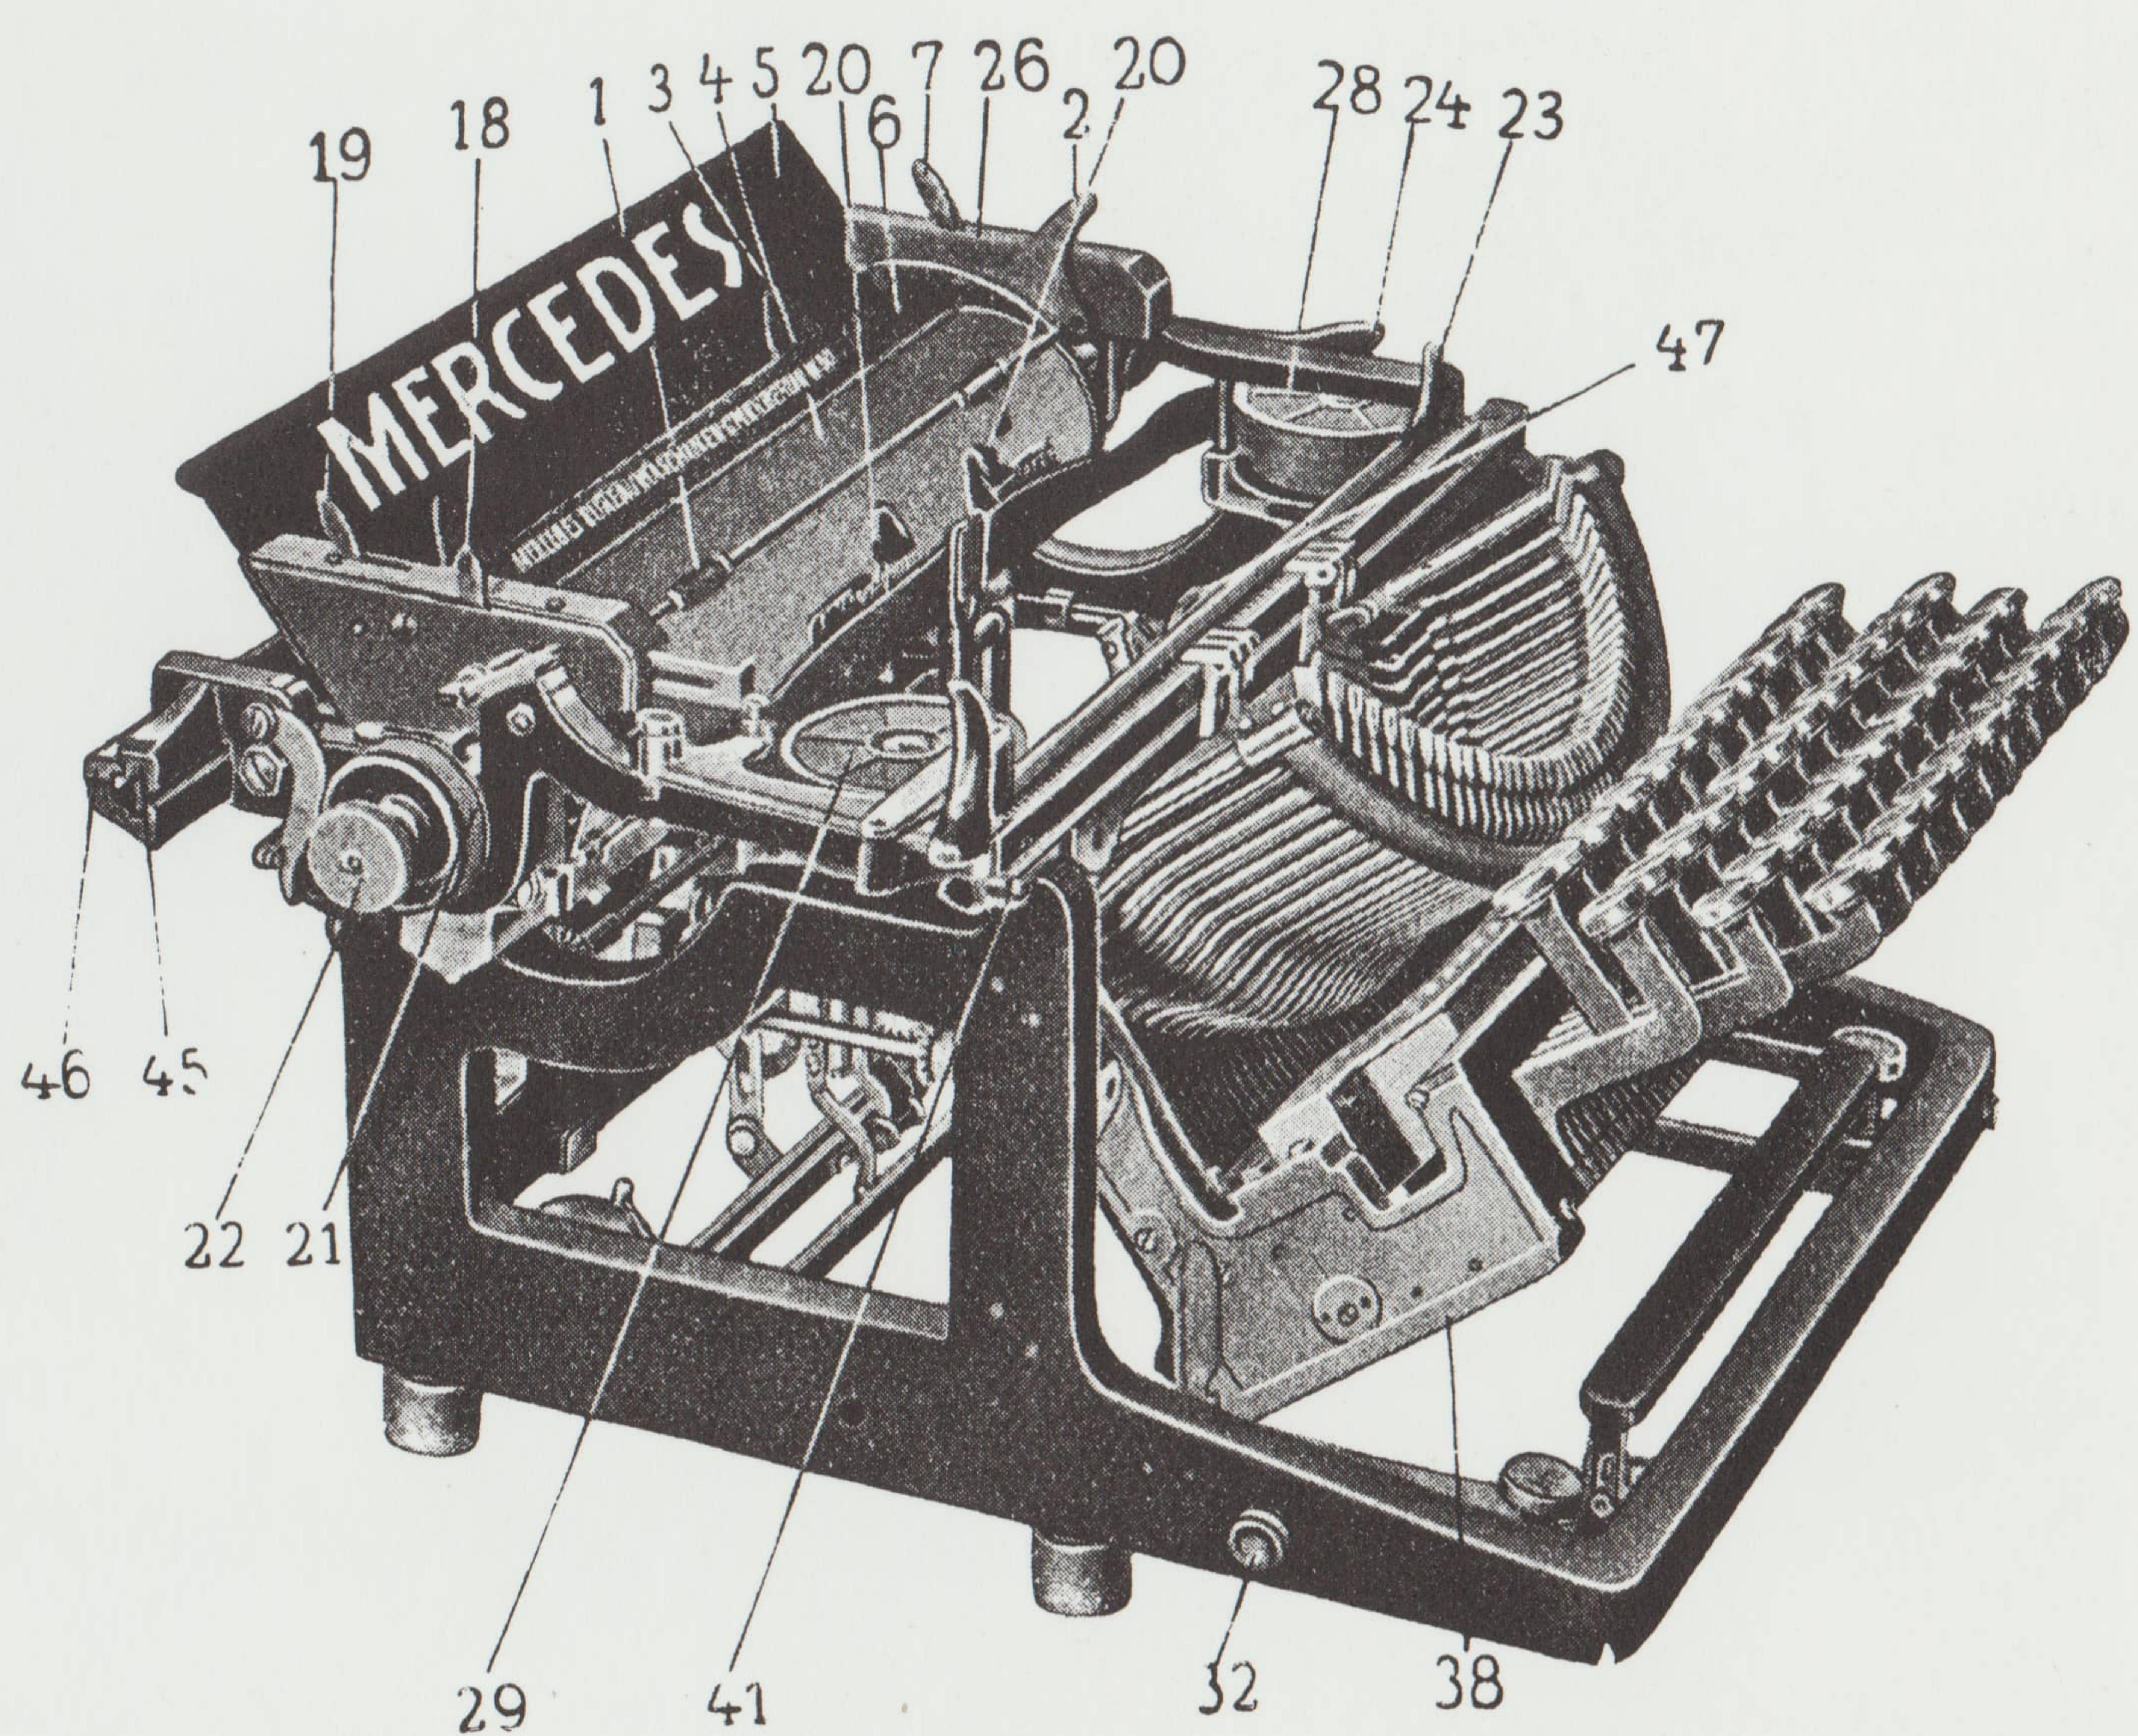
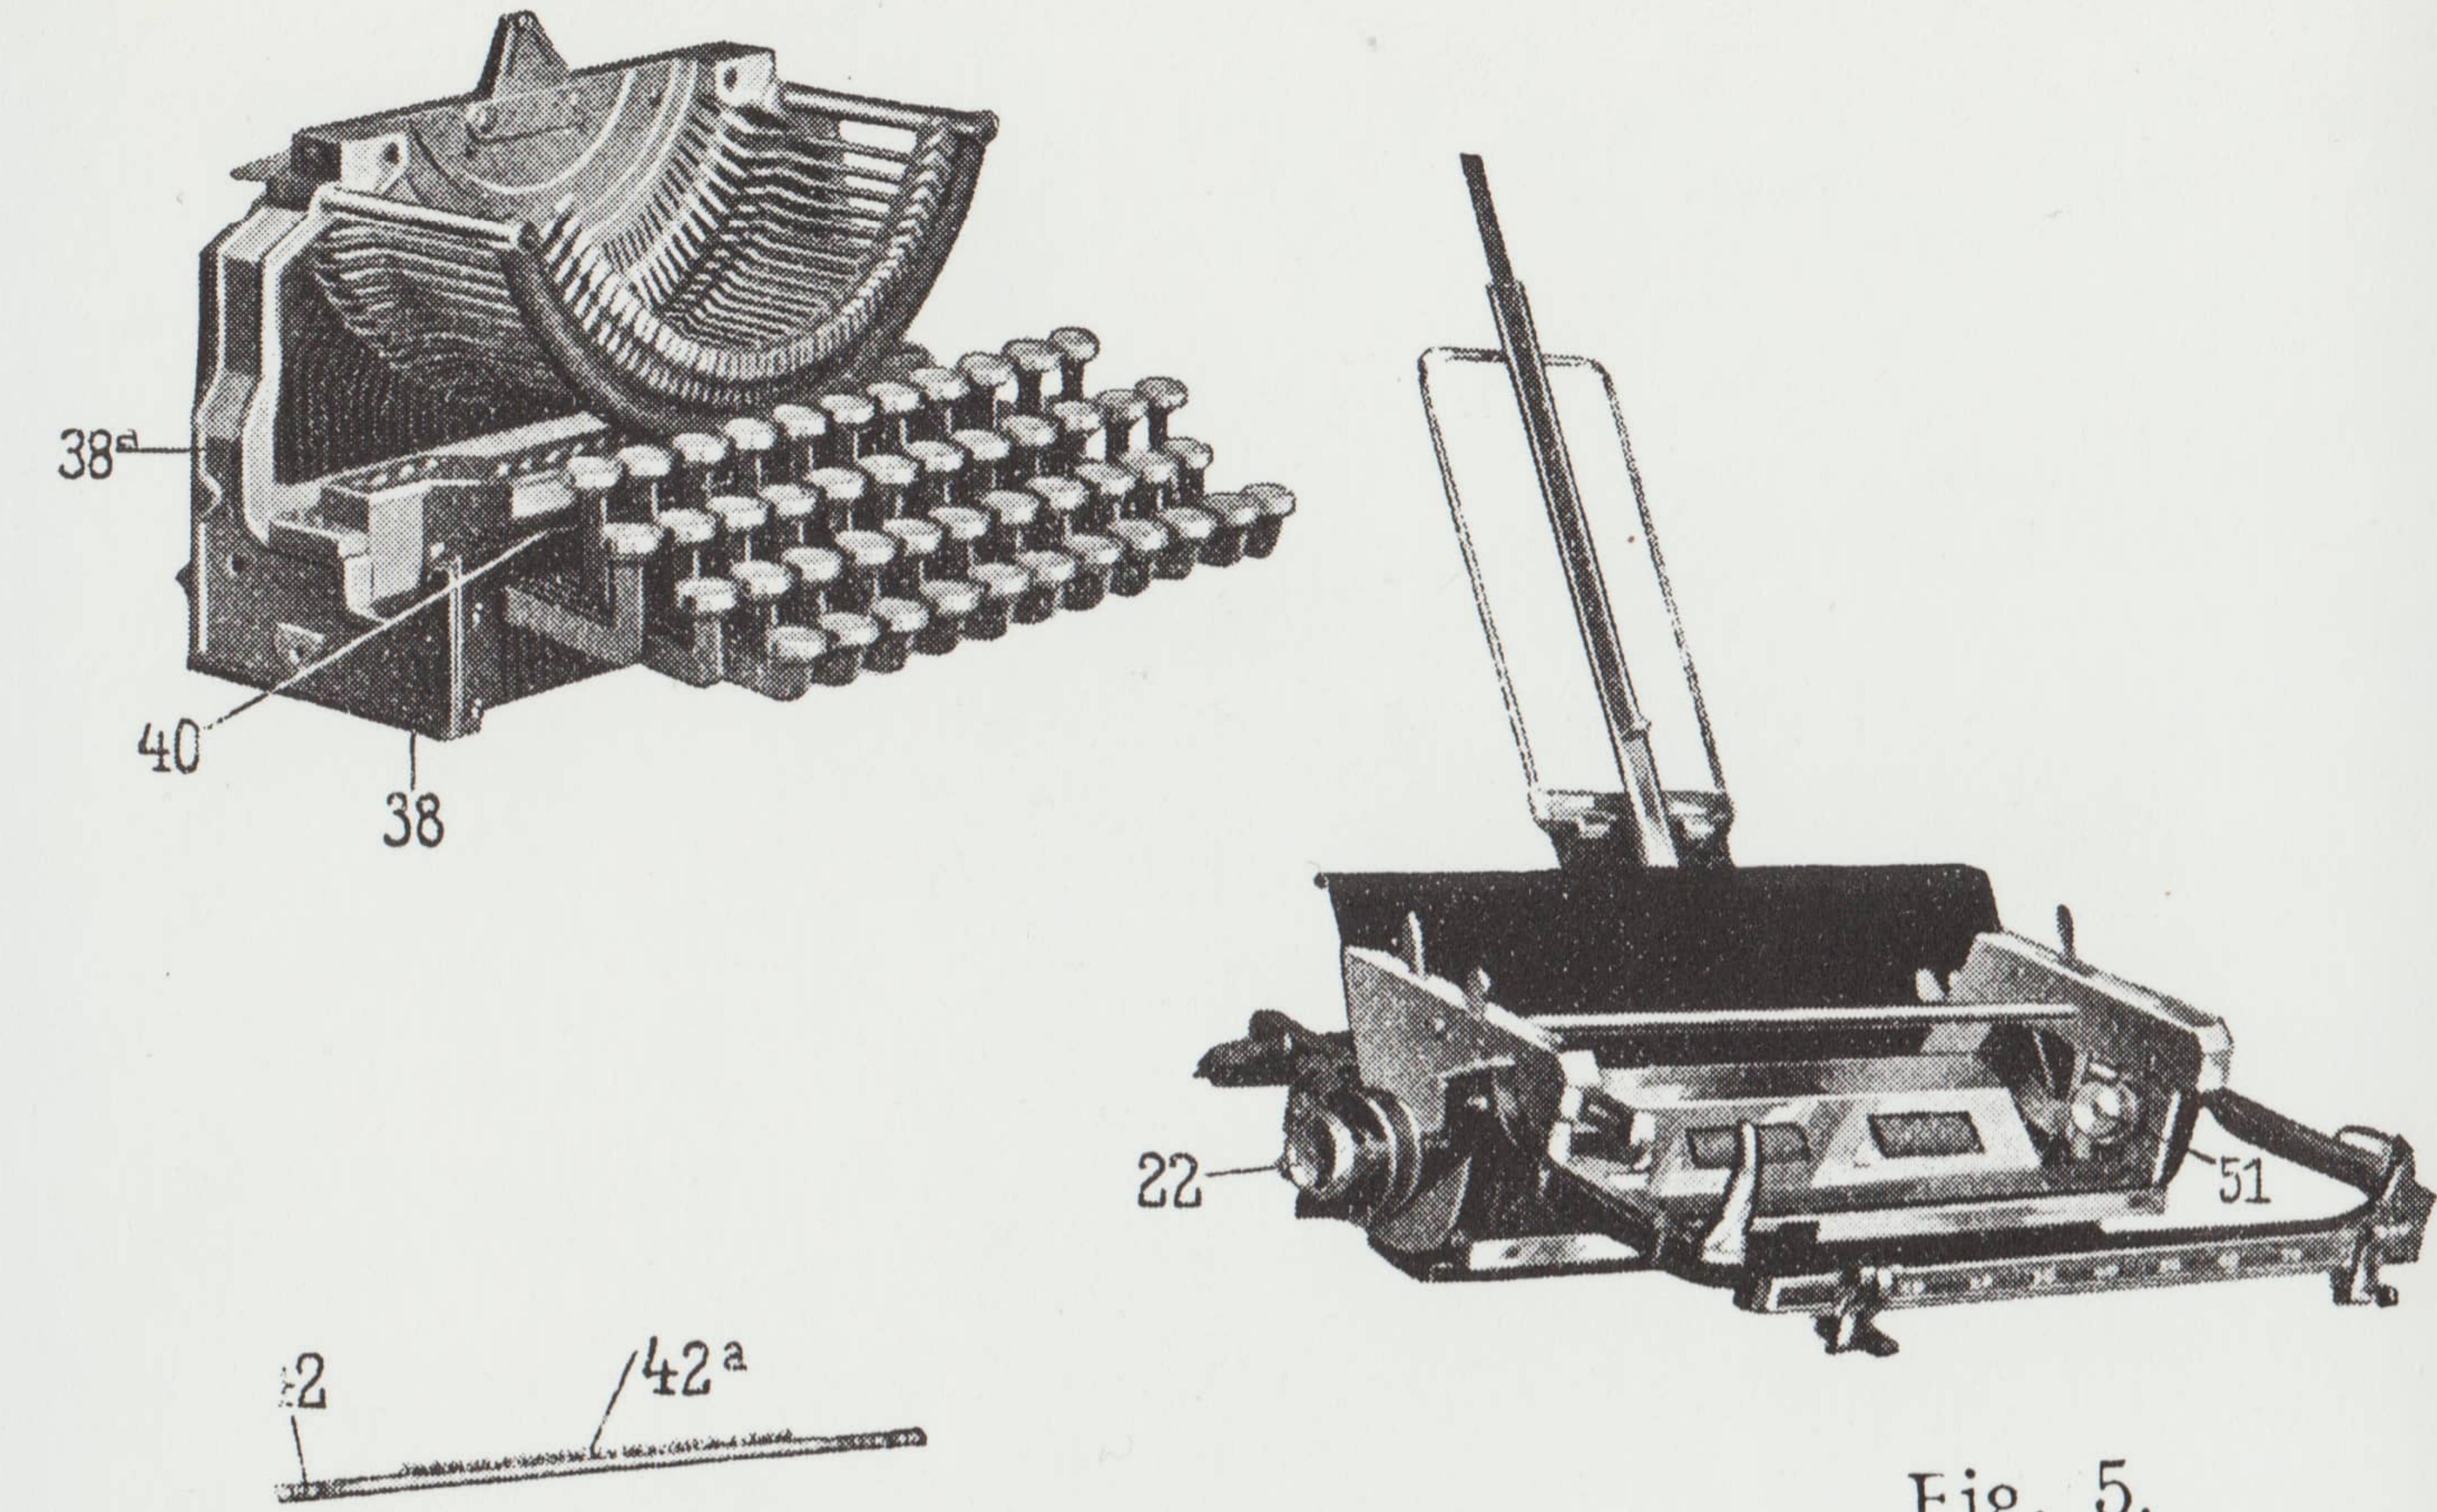
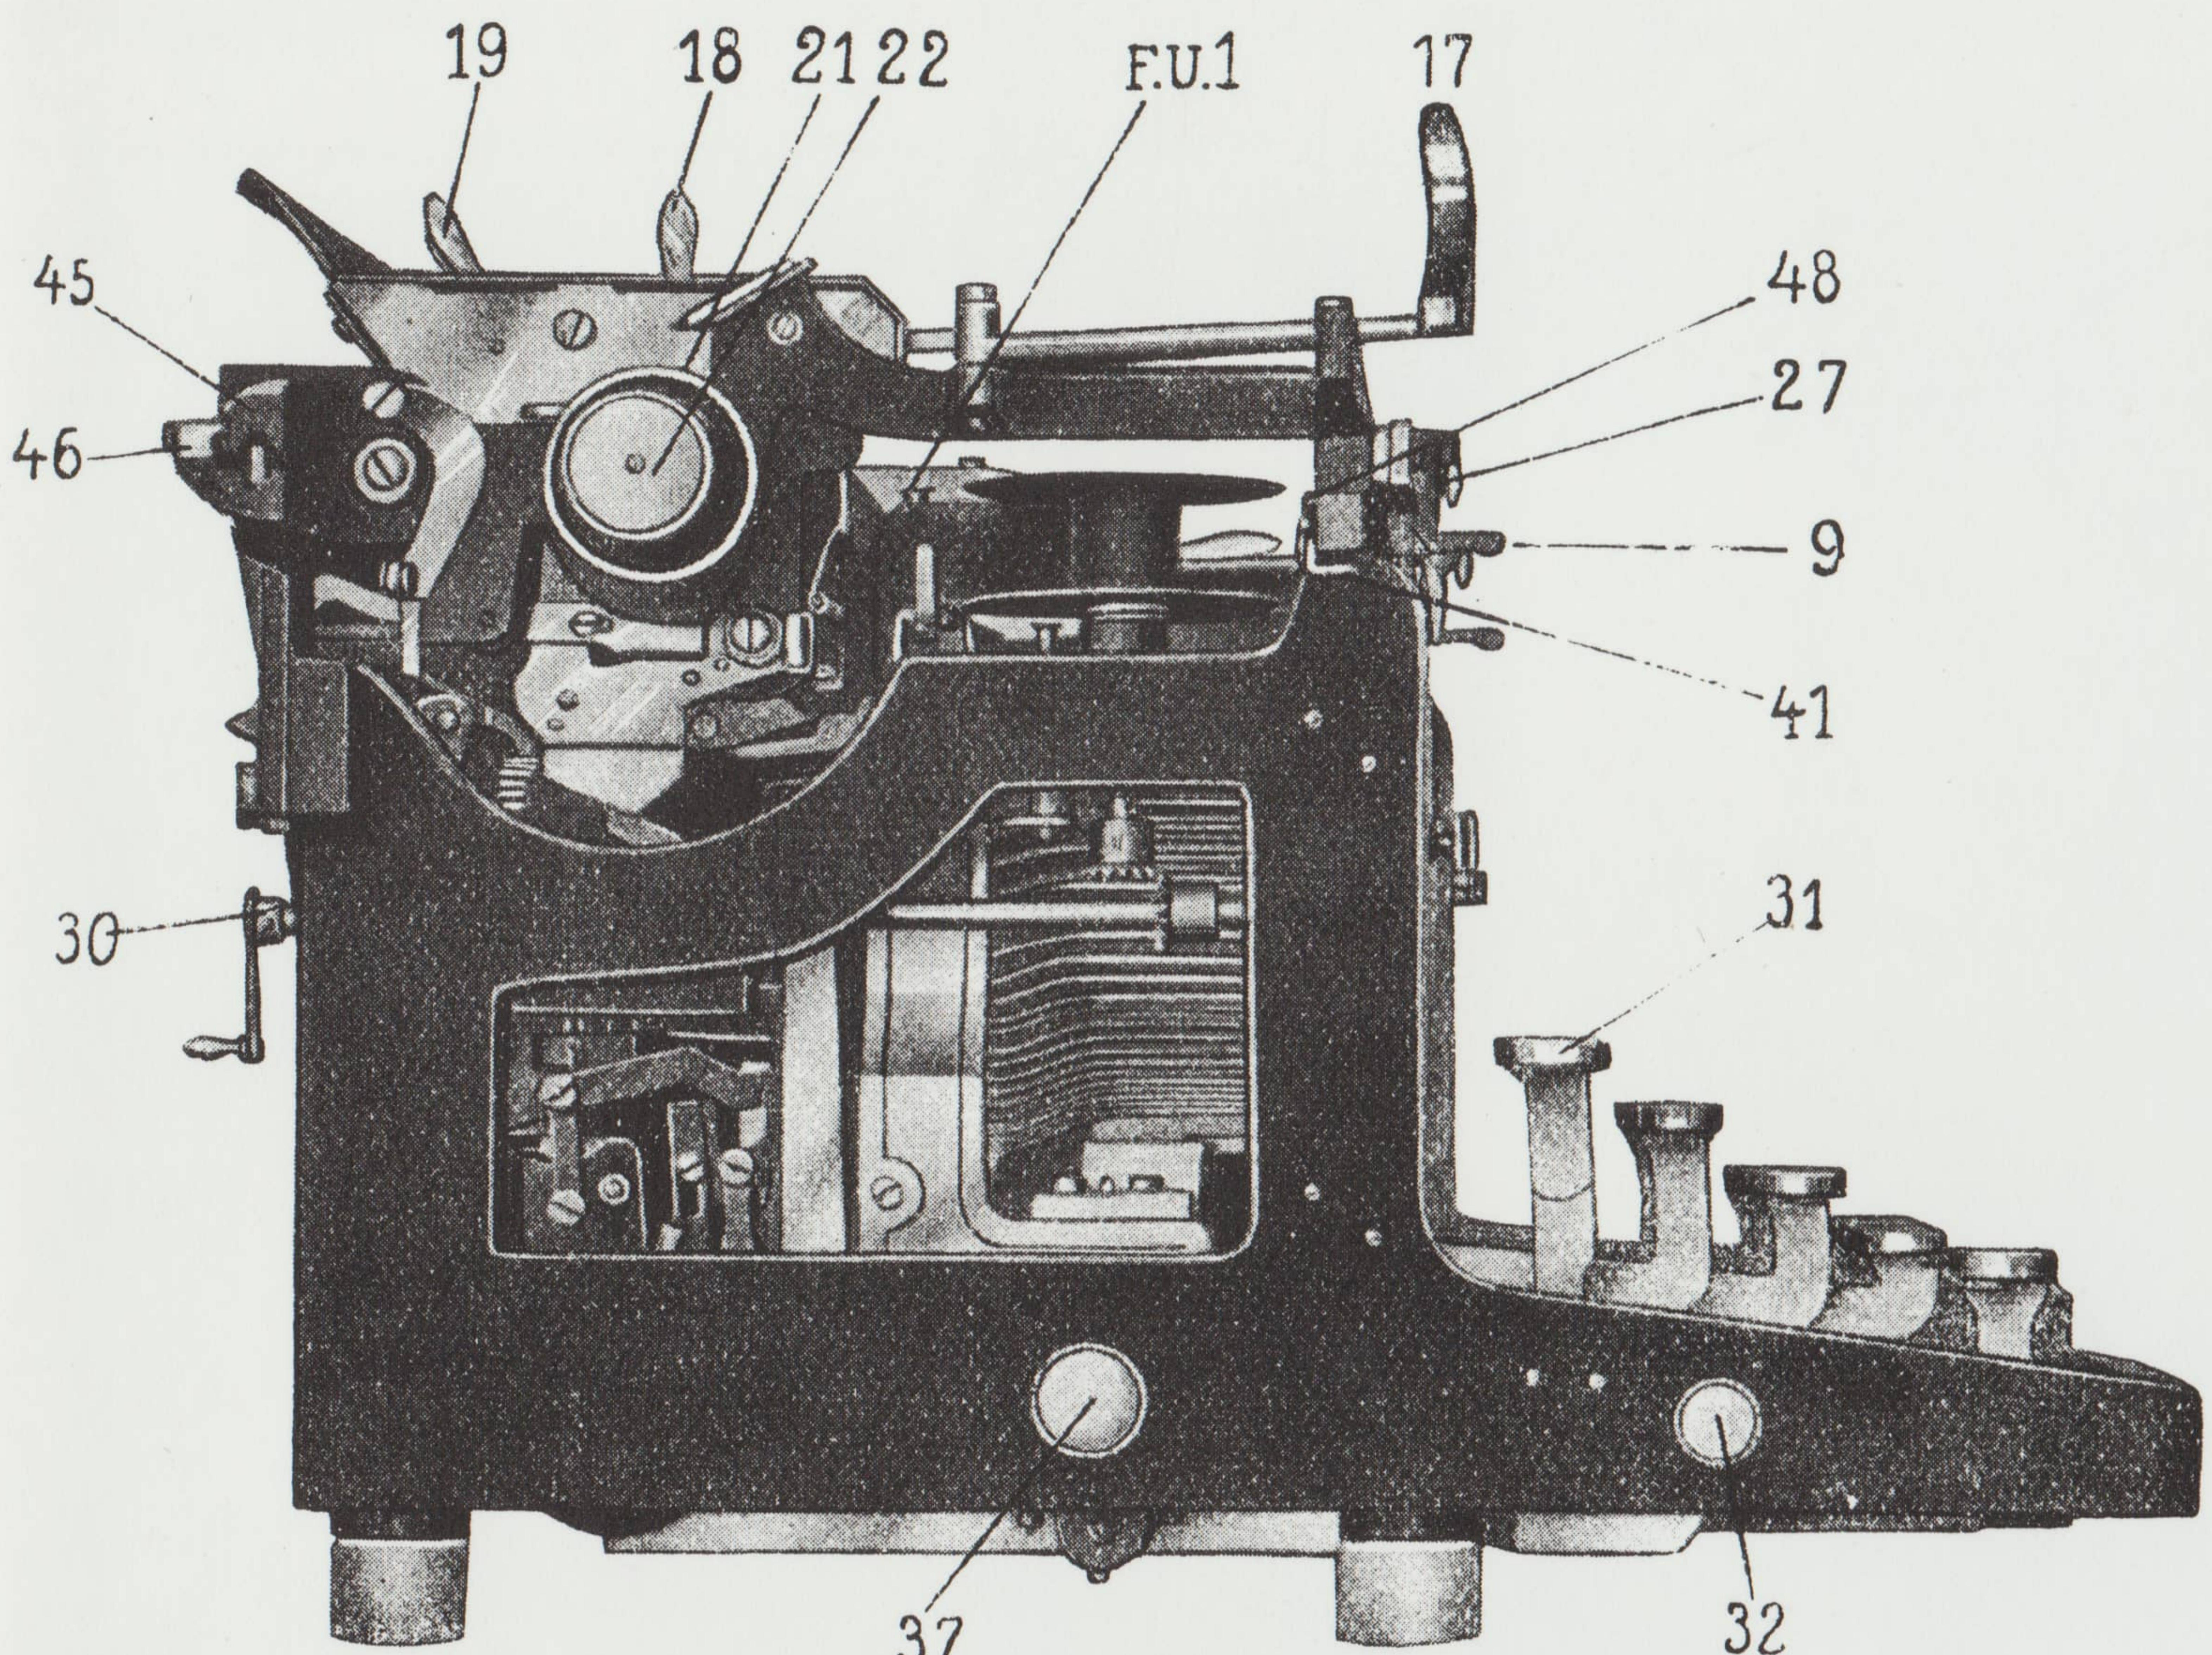
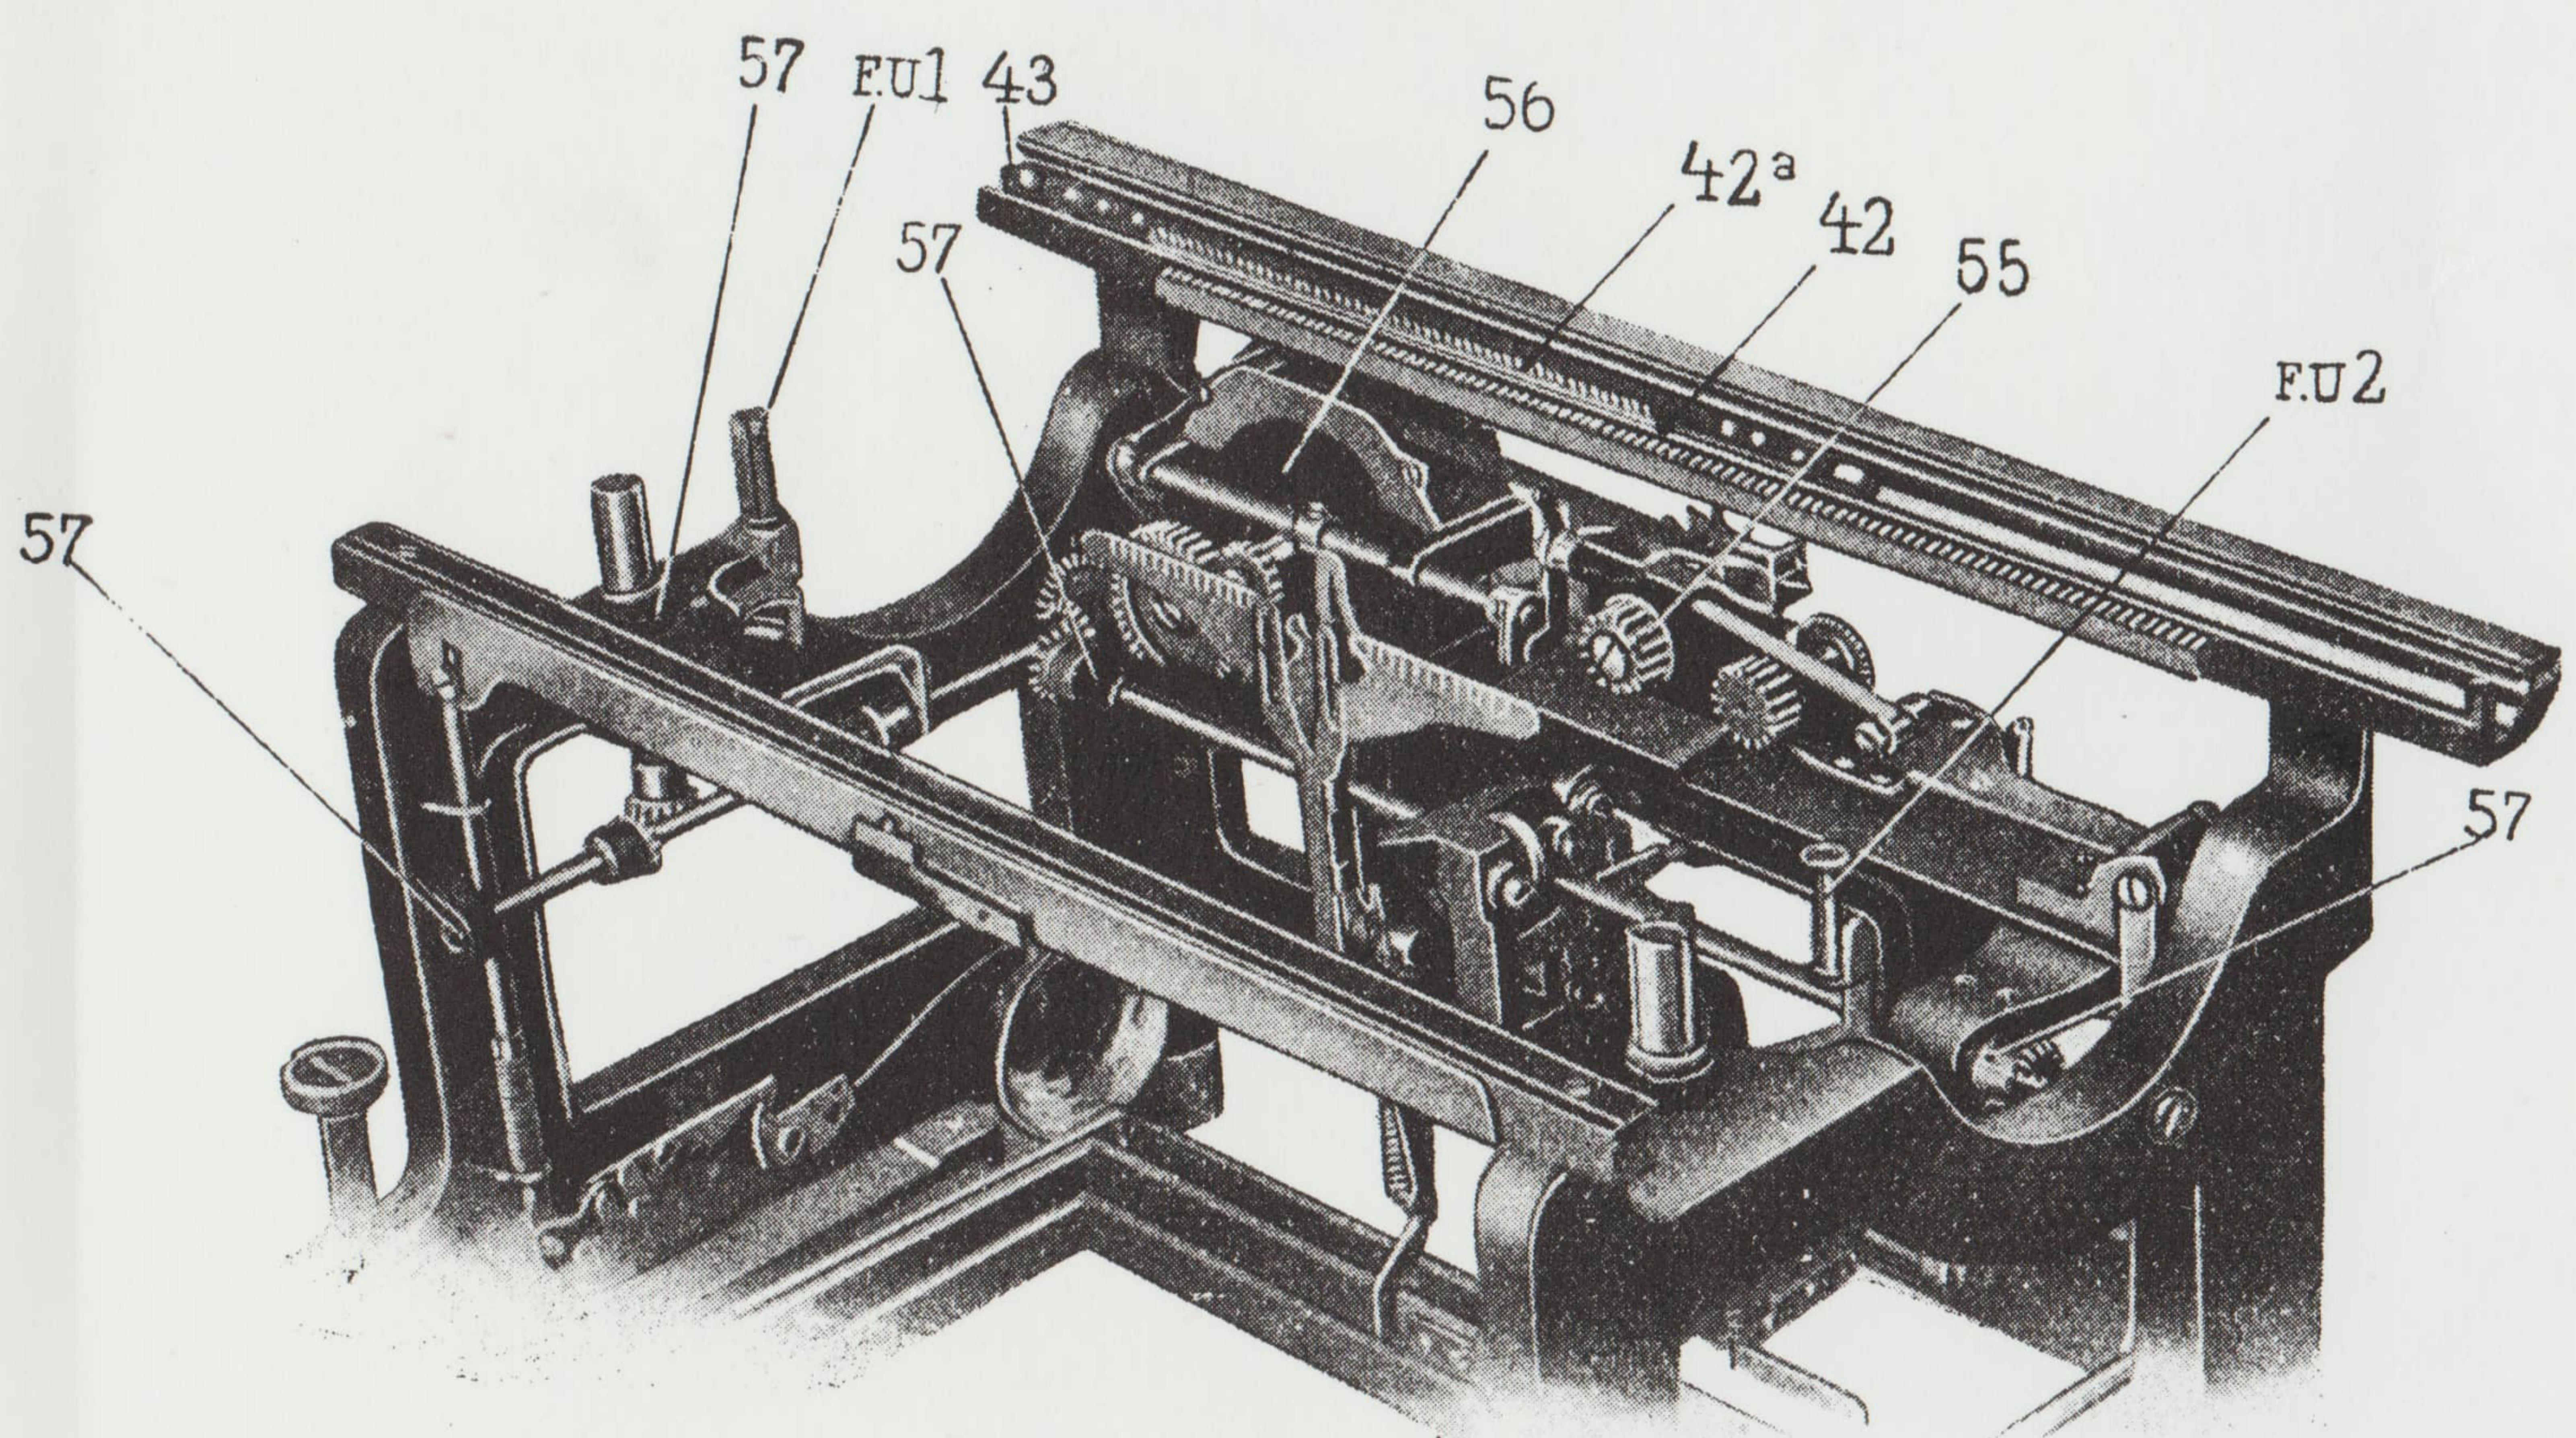

Fig. 2.
Fig. 5.
Fig. 6.
Fig. 8.
Der Beginn des linken Randes wird durch den vorn links befindlichen Schieber 8 eingestellt. Man führe zu diesem Zwecke den Wagen mit dem eingespannten Papier soweit nach rechts, daß die Stelle, an welcher der erste Buchstabe der Zeile erscheinen soll, sich genau über der Mitte des Typenschriftenkopfes befindet. Das Verschieben geschieht leicht bei gleichzeitigem Druck von vorne auf die obere Klinke 27 (Fig. 6) des Randstellers. Der Wagen wird sich bei Beginn einer neuen Zeile sodann immer genau auf die gleiche Stelle selbsttätig einstellen. Will man jedoch ein Wort ausrücken, d. h. vor dem linken Rand zu schreiben beginnen, so kann man den Wagen unter gleichzeitigem Anheben der Klinke 9 über den eingestellten Rand hinausführen; 10 regelt in gleicher Weise den rechten Rand. Beim Schreiben ertönt sieben Buchstaben vor dem
Um auf bestimmten vorgedruckten Linien zu schreiben, kann man den Hebel 19 (Fig. 2) vordrücken und das Papier durch Drehen der Walze mit Hilfe der beiden rechts und links von der Anschlagstelle befindlichen Skalen 20 (Fig. 1) genau auf die Zeilenhöhe einstellen. Es ist aber zu beachten, daß bei späterem Zurückdrücken des Hebels 19 der erste Zeilenzwischenraum in der Regel nicht stimmen wird. Eine große Erleichterung für den Schreiber ist daher die an der Mercedes befindliche Vorrichtung des Walzen-
Das Farbband liegt in zwei Spulen 28 und 29 (Fig. 2) rechts und links von der Walze und bewegt sich bei jedem Tastenanschlag selbsttätig um einen Schritt weiter, so daß mit jedem Anschlag eine neue Stelle des Farbbandes getroffen wird. Ist das Band von der einen Spule vollständig abgelaufen, so wickelt es sich von der vollen Spule wieder auf die leere auf, ohne daß der Schreiber irgend einen
Handgriff zu machen braucht oder im Schreiben gestört wird. Wünscht man jedoch das Band mit der Hand umzuschalten, so schiebe man die Kurbel 30 (Fig. 6) nach innen oder ziehe sie heraus. Das Band wird sich dann in der entgegengesetzten Richtung wie bisher aufwinden. Mit Hilfe der Kurbel 30 ist es auch möglich, das Farbband von Hand in beliebiger Richtung aufzuwickeln. Man verwendet nur 16 mm breite Farbbänder!
Man drücke eine der Tasten 14 nach unten und stelle sie fest, desgleichen die Zwischenraums-Taste (15), indem man sie durch gleichzeitiges Hineindrücken des Knopfes 15a am Wiederhochgehen verhindert, und löse die an beiden Seiten der Maschine befindlichen Schrauben 37. Außerdem nehme man die Tastenknöpfe 16 und 31 ab. Der Korb steht jetzt frei in der Maschine und kann nach vorn gezogen werden, was durch Angreifen an den Seitenteilen 38a (Fig. 5) geschehen soll. Durch leichtes Kippen und Anheben (s. Fig. 2) wird er vollends aus dem Rahmen entfernt. Bei herausgenommenem Korbe sind alle Teile zugänglich.
Um den Wagen abzunehmen, führe man ihn nach links, genau wie in Absatz 16 beschrieben, und drücke gleichzeitig die Klinke 11 des rechten Randstellers hoch, damit der Wagen die Arretierung passieren kann. Danach drücke man von unten gegen den kleinen Hebel 41 (Fig. 2 und 6) und ziehe den Wagen nach links heraus. Bei alledem soll die Umschalte-Taste 13 in Normallage sein. Sobald der Wagen den Hebel 41 passiert hat, lasse man die Taste 24 los. Bei abgenommenem Wagen liegt auch der Rollenkäfig 42 frei.
Beim Wiedereinsetzen des Wagens achte man zunächst darauf, daß die am Rollenkäfig 42 befindliche Verzahnung 42a vorne liegt und senkrecht nach oben gerichtet ist und sich direkt über der Zahnstange 44 (Fig. 5) befindet, ferner daß der Rollenkäfig 42 links an der Anschlagschraube 43 (Fig. 8) anstößt. Man führe nun die am Wagen befindliche Schiene 45 (Fig. 6) unter die Nute 46 und schiebe den Wagen mit der linken Hand auf die Maschine auf, indem man mit der rechten Hand den Rollenkäfig nach links gedrückt festhält, bis er von der hinteren Lauffläche des Wagens verdeckt wird. Dabei muß der untere Teil der Klaue 47 (Fig. 2) den vorspringenden Teil der Schiene 48 (Fig. 6) umgreifen, um dem Wagen auch vorne sichere Führung zu geben.
Man halte die Walze fest, drücke den Freilaufknopf hinein und drehe gleichzeitig den linken Walzenknopf heraus. Hierauf löse man den rechten Walzenknopf und drücke dann die Walze etwas nach rechts und nach vorne heraus. Beim Wiedereinsetzen der Walze, welches sinngemäß in umgekehrter Reihenfolge geschieht, beachte man, daß die mit dem erhöhten Kranz 50 (Fig. 5) versehene Seite der Walze nach links kommt, und daß dieser Kranz sowie die an der rechten Walzenseite befindliche Aussparung genau auf die entsprechenden Kuppelungsglieder 51 treffen.
die Lagerung des Schalträdchens 55 (Fig. 8),